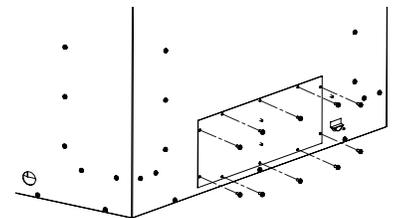
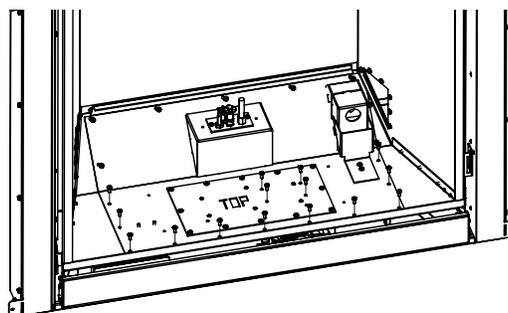
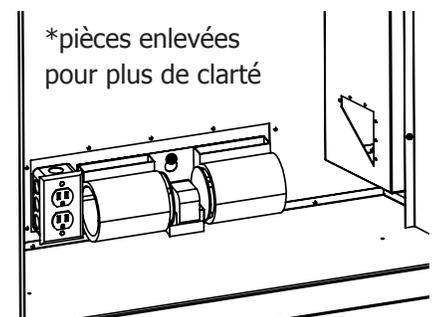

Figure 3: Fan Cover Enlèvement
Figure 5: Valve Plateau Enlèvement
Figure 4: Montage Fan
- 4a. Si l'appareil n'a pas encore été installé dans une enceinte de construction retirer la plaque de protection du ventilateur avec les vis (10) à l'arrière de l'appareil avec un "socket 1/4 (voir Figure 3); emboîter le ventilateur dans les dispositifs de retenue de silicone sur le côté opposé comme le montre la Figure 4.
- 4b. Si l'appareil est déjà installé dans une enceinte de construction, vous aurez besoin de consulter votre manuel du propriétaire Q2 sur la façon de supprimer les composants de la boîte à feu intérieur. Une fois qu'ils sont retirés voir figure 5 sur la façon de retirer le plateau de vanne en utilisant les (23) vis T-20. Veillez à ne pas endommager le joint d'étanchéité - Si le joint est endommagé remplacer cette section à haute température silicone. Ne pas retirer complètement le plateau de la soupape juste soulever assez pour obtenir le ventilateur à l'intérieur et monté sur les grommets de silicone comme le montre la figure 4.